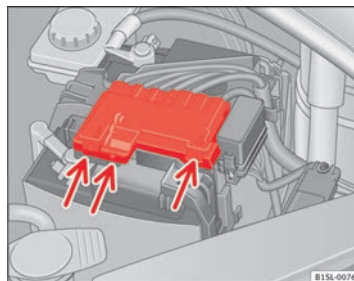

Fig. 110 No compartimento do motor: Retire a cobertura da bateria do veículo.
- Pressione as patilhas ⇒ Fig. 110 (setas) no sentido das setas e retire a cobertura da bateria para cima. ►